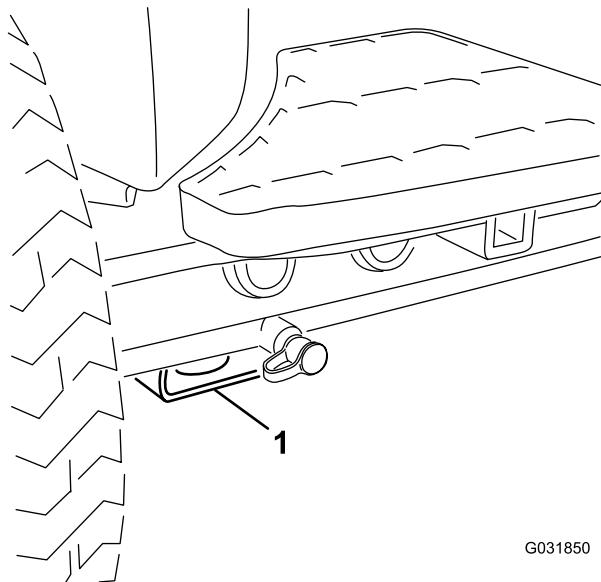

Bild 57
- **Vorderseite der Maschine:** Loch im rechteckigen Polster unter dem Achsenrohr in jedem Vorderreifen (Bild 57).